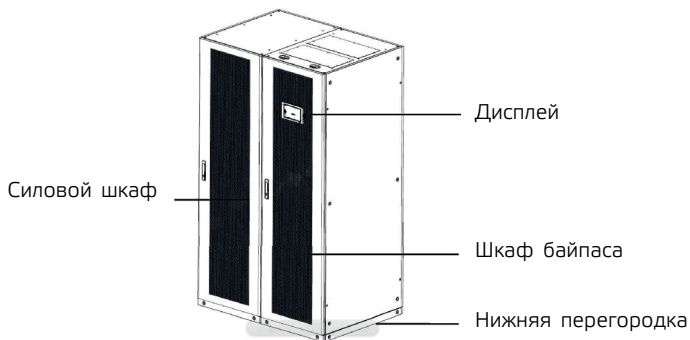

Рис. 1-2 Внешний вид ИБП мощностью 500 кВА
- ИБП мощностью 400 кВА и 500 кВА имеют одинаковый внешний вид, как показано на рис. 1-2: ИБП мощностью 600кВА имеет внешний вид, показанный на рис. 1-3: